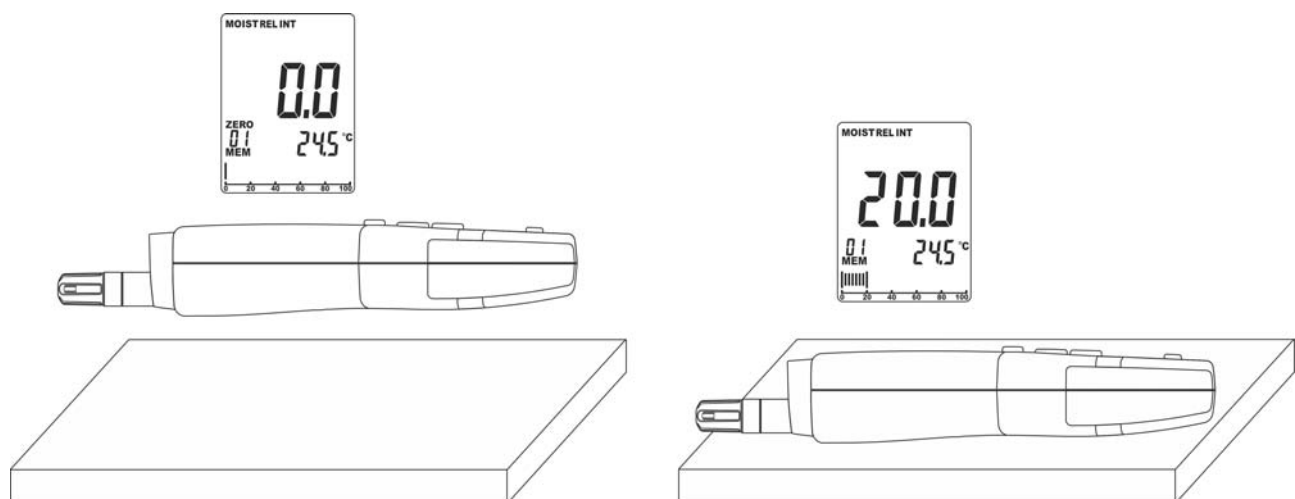

Fig. 8: Uso dello strumento per misura dell'umidità a contatto con sensore integrato
5. Nel caso in cui il valore non sia azzerato premere a lungo (>2s) il tasto **MODE/ZERO**. Il simbolo "ZERO" appare a display per un istante e il valore è azzerato sul display principale (vedere Fig. 8 – parte sinistra)